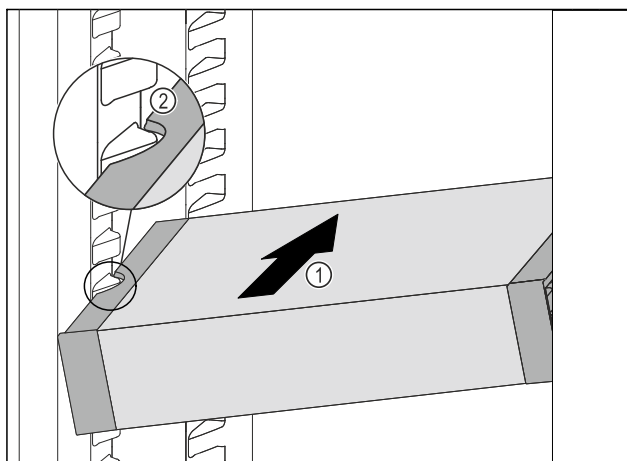

Fig. 47
- ▶ Вкарайте VarioSafe под ъгъл в хладилната част Fig. 47 (1), докато страничните прорези Fig. 47 (2) на VarioSafe се намират на височината на реброто на съда в хладилната част.